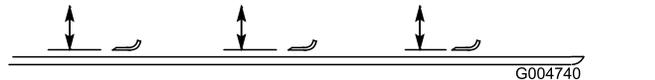

Bild 77
5. Drehen Sie die Schnittmesser, bis die Enden nach vorne und hinten zeigen (Bild 77).